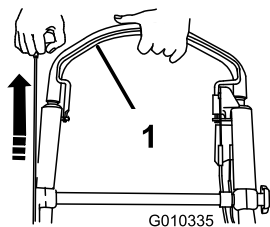

Рисунок 22
4. Удерживая штангу управления ножом прижатой к рукоятке, потяните за механический стартер (Рисунок 22).